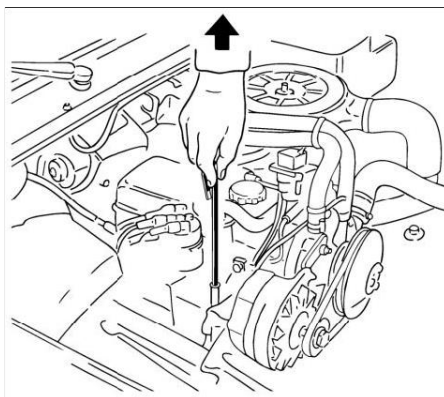

РИС. 2
- b) FIG.2 **Снимите картер двигателя**